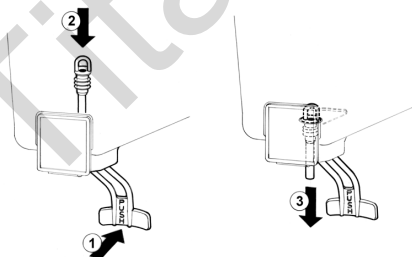

figura 4
2 Grifo con tubo de goma: empujar la palanca mando grifo (1) y insertar el tubo de goma de salida en su situación vertical en el fondo del contenedor (2). Tirar (3) ligeramente hacia abajo la extremidad del tubo de goma hasta ajustarlo completamente (ver figura 4).